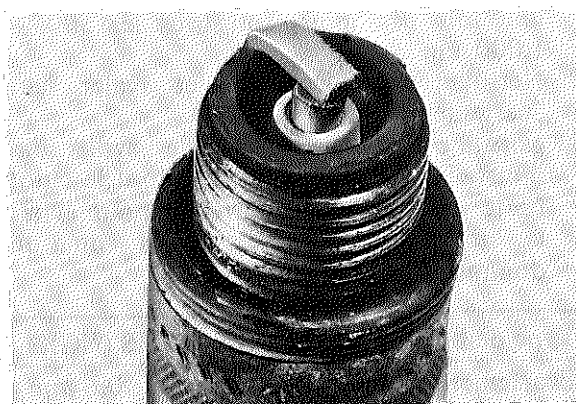

Fig. 6-3-1
1. Best..... When the porcelain around the center electrode is a light tan color. (Fig. 6-3-1)
1. Aspect normal L'isolant porcelaine présente une couleur brun chocolat autour de l'électrode centrale (Fig. 6-3-1).
1. Bestzustand: Wenn der Isolationskörper um die Mittelelektrode herum eine hellbraune Verfärbung aufweist. (Fig. 6-3-1)